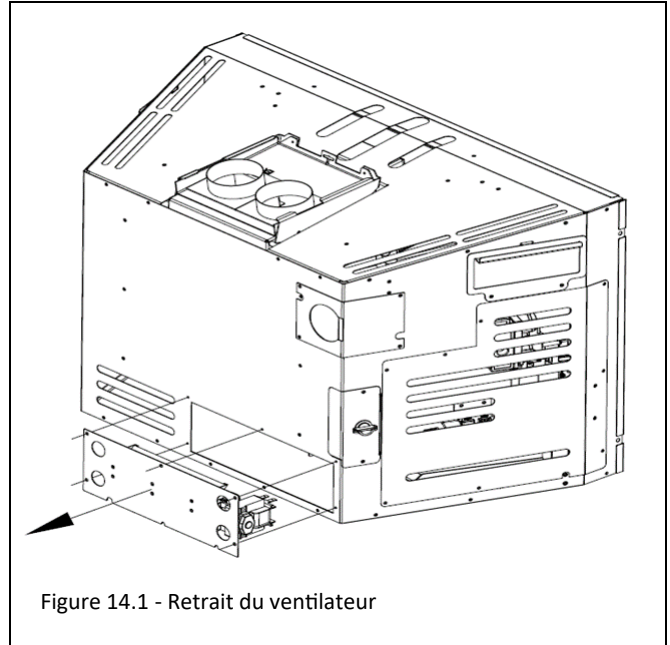

Figure 14.1 - Retrait du ventilateur
5. Retirer les (6) vis qui retiennent le support de ventilateur au foyer. Voir Figure 14.1. Tirez vers vous le support de ventilateur et déconnecter les fils de connexion. Reconnecter les fils au kit de ventilateur de rechange et réinstaller les pièces dans l'ordre inverse.